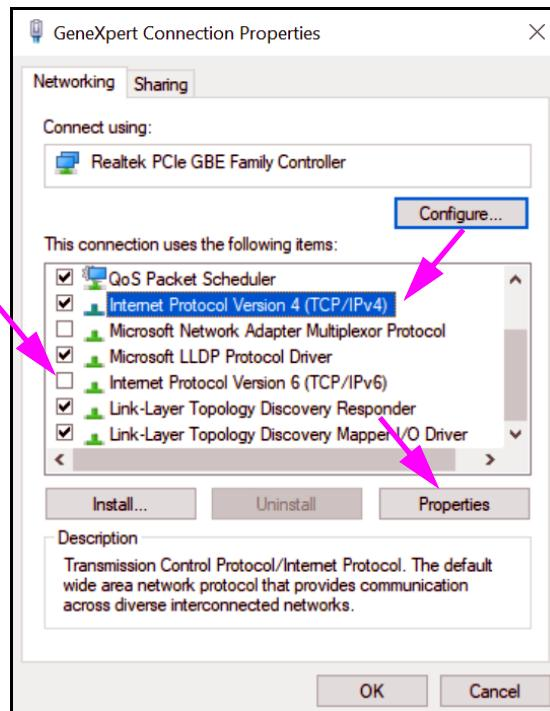

Figura 2-48. Schermata GeneXpert Connection Properties (Proprietà connessione GeneXpert)
7. Selezionare **Properties (Proprietà)** dal menu a discesa. Viene visualizzata la schermata mostrata nella Figura 2-48.
8. Nella schermata GeneXpert Connection Properties (Proprietà connessione GeneXpert) (mostrata nella Figura 2-48), deselectare la casella a fianco di **Internet Protocol Version 6 (TCP/IPv6) [Protocollo Internet versione 6 (TCP/IPv6)]**. Evidenziare **Internet Protocol Version 4 (TCP/IPv4) [Protocollo Internet versione 4 (TCP/IPv4)]** e fare clic su **Properties (Proprietà)**. Viene visualizzata la schermata Internet Protocol Version 4 (TCP/IPv4) Properties [Proprietà protocollo Internet versione 4 (TCP/IPv4)].